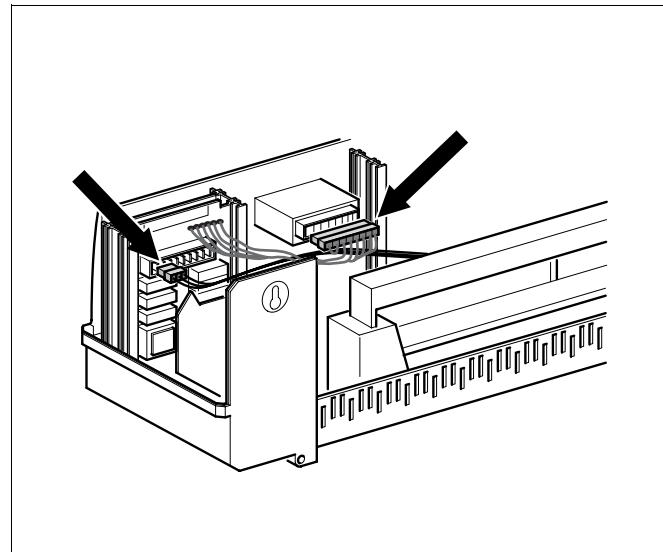

Рис. 4 Подключение электропитания
- Вставьте штекер 230 В в модуль (рис. 4)